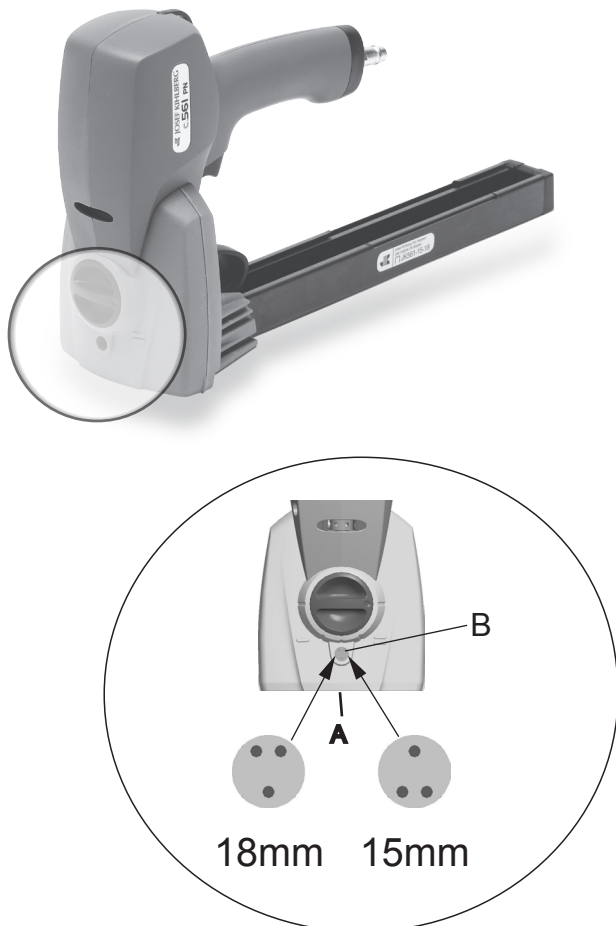

Fig. 4
- Mit Innensechskantschlüssel (2,5 mm) Schraube (A) einige Umdrehungen lösen.
- Mit einem Schraubenzieher, Einstellschraube (B) auf 15 oder 18 mm Schenkellänge einstellen, siehe Fig. 4.
- Schraube (A) festziehen.